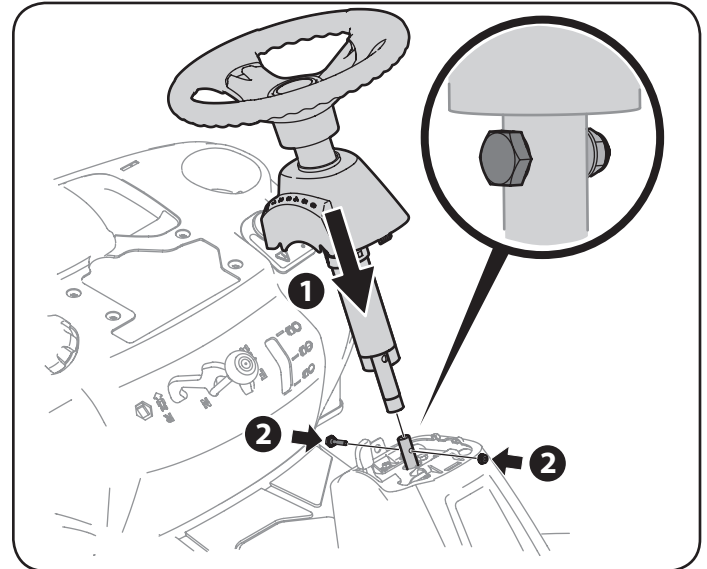

Figura 2
4. Baje el conjunto del volante sobre el árbol inferior de la dirección (1) y sújelo con el perno y la tuerca de seguridad (2) que extrajo previamente. Vea la Figura 2